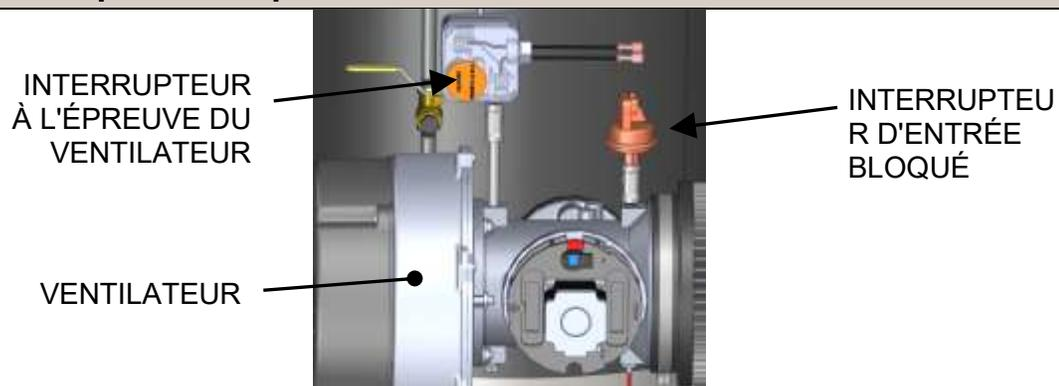

Figure 3.4-3 : Interrupteur à l'épreuve du ventilateur
4. Ensuite, l'interrupteur à l'épreuve du ventilateur de la soupape air/carburant (figure 3.4-3) se ferme. L'écran affichera **Purge** et indiquera le temps écoulé du cycle de purge en secondes.